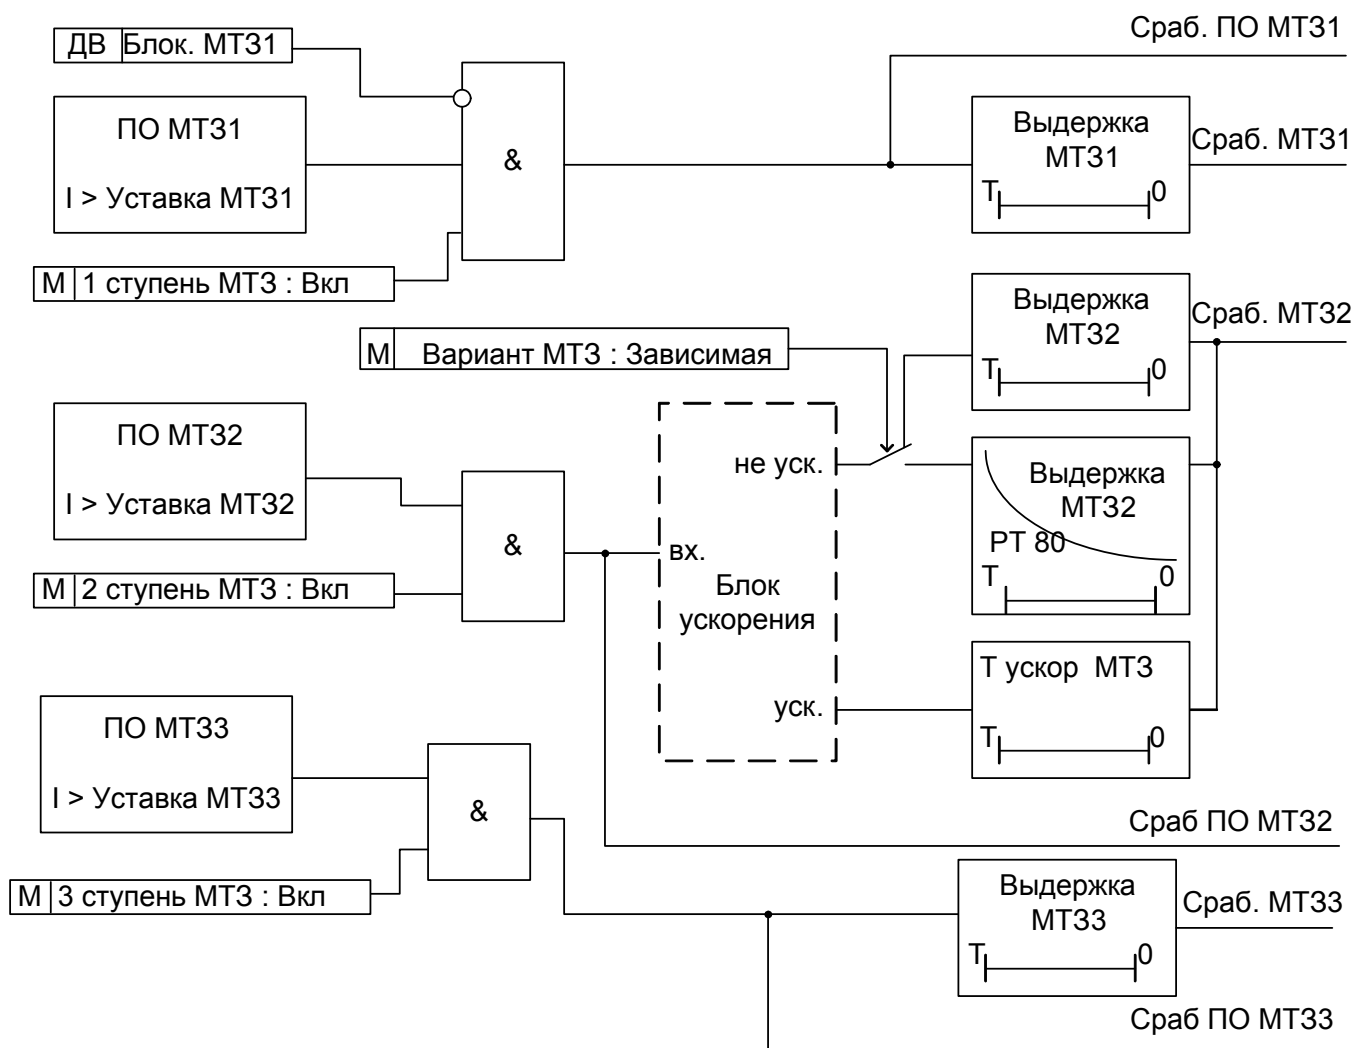

Рис. 11 Функциональная схема блока максимальной токовой защиты (МТЗ)
Функциональные схемы работы устройства представлены на рис. 11 – 18.
2.5.3 Блок МТЗ показан на рис. 11 и 12. Защита имеет три ступени, каждая из которых имеет выдержку по времени и уставку по току срабатывания пускового органа.